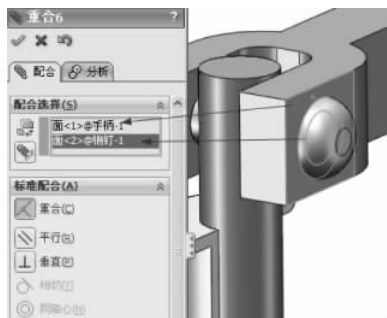

图 3-18 重合配合
(6) 继续进行配合操作,选择【重合】配合类型,在【配合选择】选项组下的选择框中选择手柄外侧平面和销钉的一个平面,如图 3-18 所示。